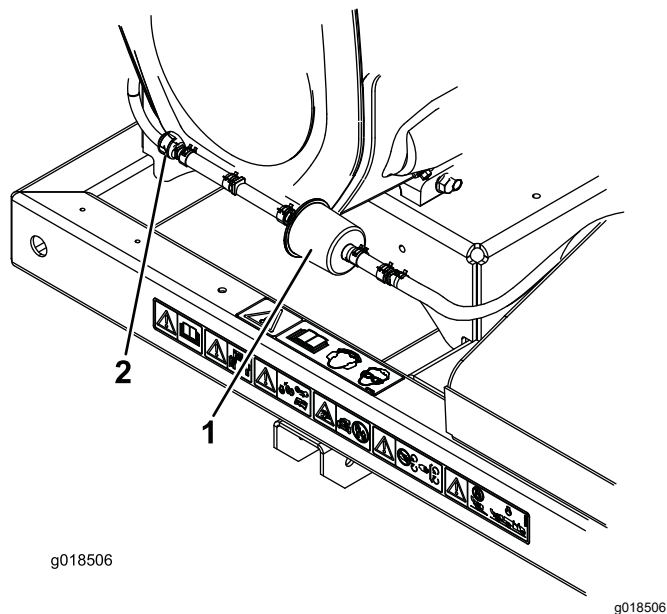

图 15
2. 将碳罐净化过滤器两侧的弹簧型软管夹移离过滤器图 15。
3. 拆下并丢弃碳过滤器图 15。
4. 将新过滤器装入软管使过滤器上的箭头指向单向阀并使用软管夹固定图 15。